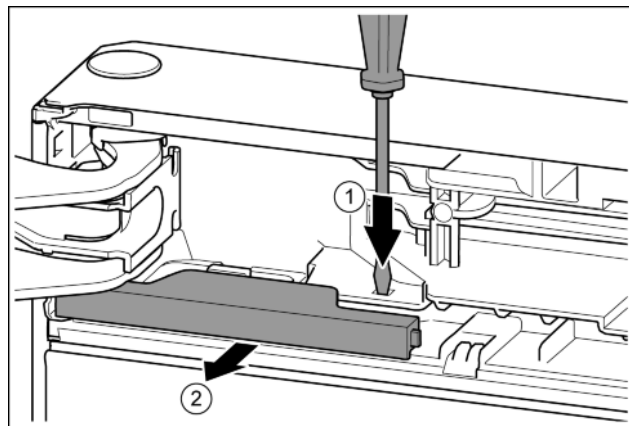

Fig. 8
► Lip met de sleufschroevendraaier indrukken. Fig. 8 (1)
► Afdekking uit de vergrendeling trekken. Fig. 8 (2)